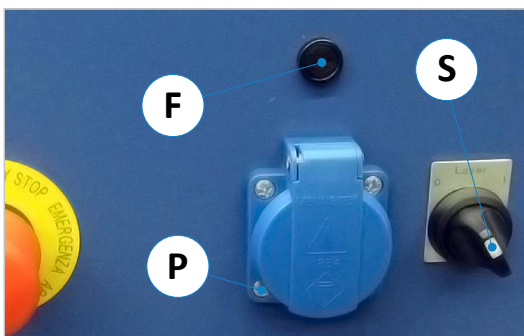
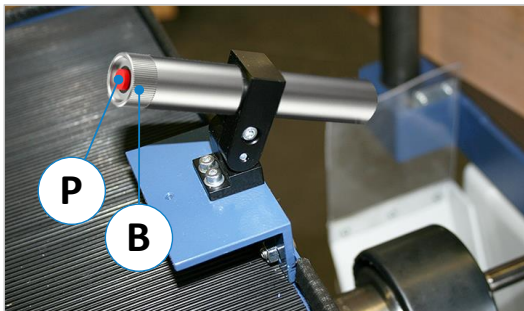

Abbildung 33: Laser Ein-/Ausschalter & Stromanschluss
Abbildung 34: Laser Ein-/Ausschalter & Batteriefach
- Lösen Sie die beiden Schrauben (S) an der Halterung.
- Schalten Sie nun die Laservorrichtung ein (siehe ⇒ Abbildung 33 bzw. ⇒ Abbildung 34).
- Wenn Position und Parallelität exakt stimmen, die beiden Schrauben (S) wieder anziehen.